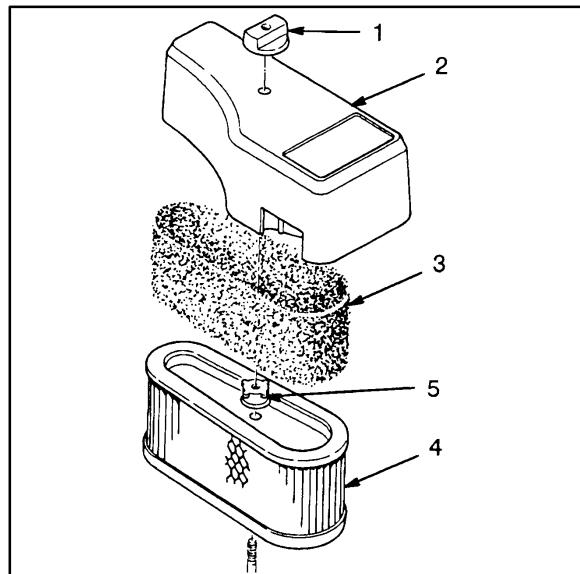

Figure 15
2. Dévisser le bouton et déposer le capot du filtre à air (Fig. 15).
3. Nettoyer le préfiltre en mousse toutes les 25 heures (Fig. 15). Déposer le préfiltre en le faisant glisser hors de la cartouche en papier (Fig. 15).
4. Remplacer la cartouche en papier du filtre à air toutes les 100 heures. Retirer l'écrou qui surmonte la cartouche en papier (Fig. 15).